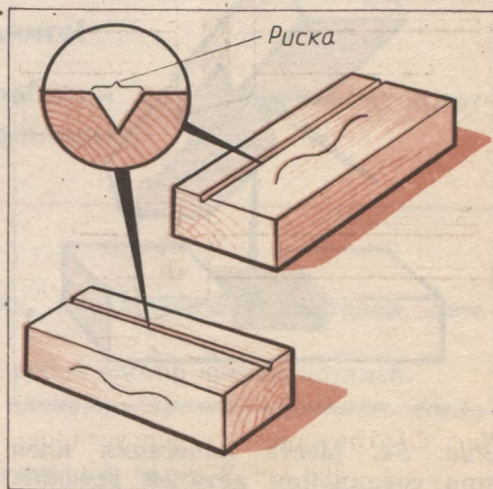

Рис. 52. На какой стороне бруска проведены риски?
6. Определите, на какой стороне бруска проведены риски (рис. 52).